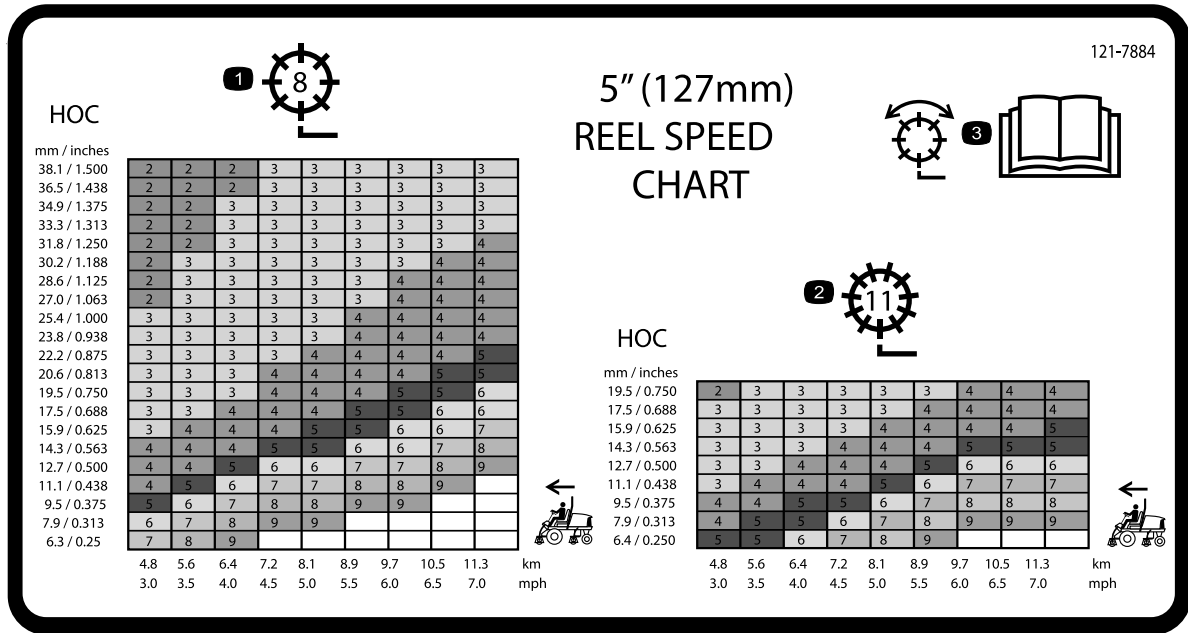
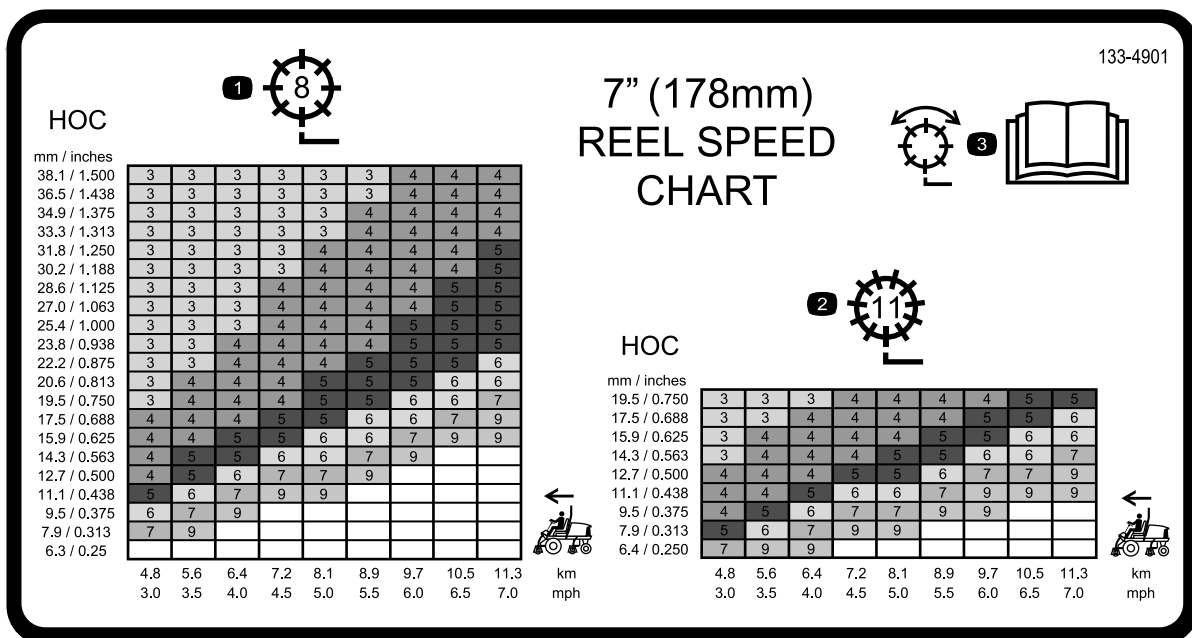

Figura 35
Figura 36
3. Utilize o gráfico nos autocolantes da velocidade dos cilindros (Figura 35 e Figura 36), para determinar a velocidade adequada dos cilindros.